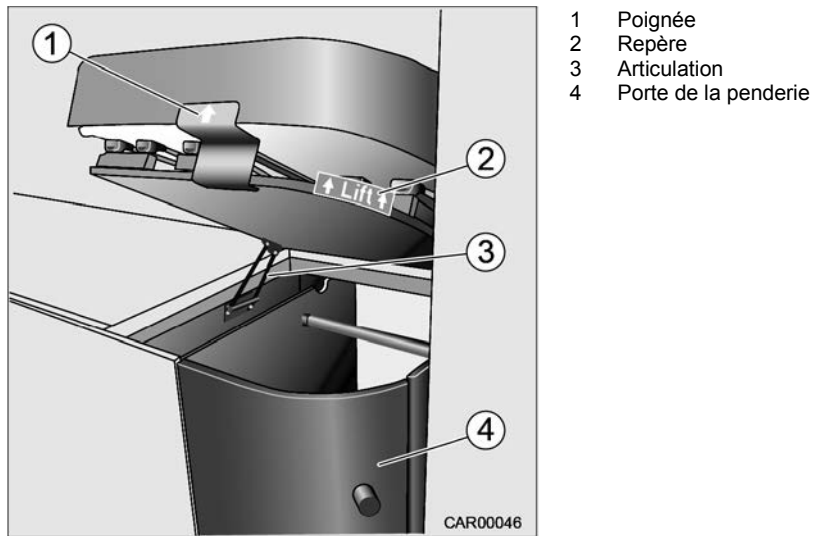

Fig. 81 Lit arrière
2. Relever le sommier divisé en le poussant au point de repère « Lift » (Fig. 81/2) ou au niveau de la poignée (Fig. 81/1).
Le sommier divisé est automatiquement maintenu en position supérieure extrême par l'articulation (Fig. 81/3).
- Avant de prendre la route, ramener le lit en position initiale et fermer la porte de la penderie (Fig. 81/4).